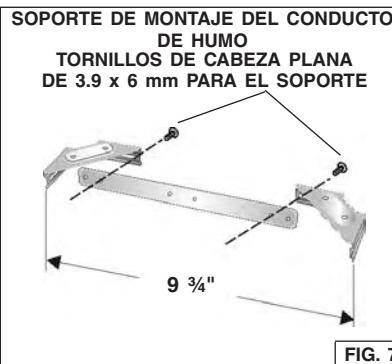

FIG. 7
- Arme el soporte de montaje del conducto de humo, ajustando el ancho exterior como se muestra. Fig. 7.